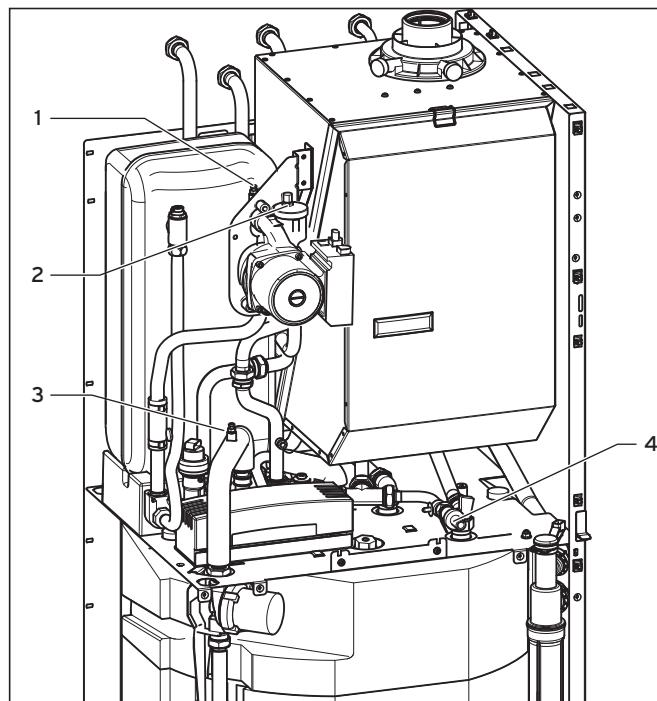

Fig. 6.1 Dispositif de remplissage et de vidange de la chaudière
- Purgez l'appareil côté eau chaude à l'aide du téton de purge (3) sur la canalisation entre la pompe et l'échangeur thermique secondaire, voir Figure 6.1.